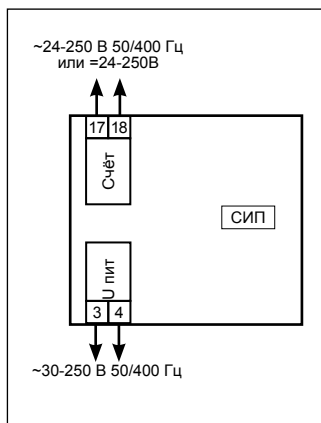

Рисунок 2. Счётчик импульсов СИП. Подключение питания и входа «Счёт».
6.2 Подключите кабель питания на винтовые контактные колодки (Рисунок 2).